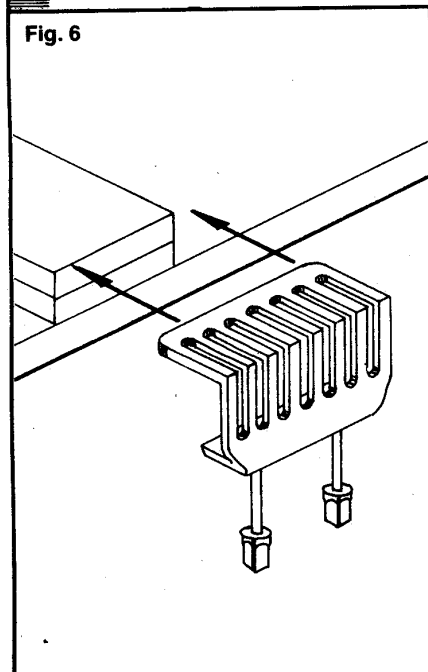

Fig. 6
2. Loosely clamp the first piece to be cut to a piece of scrap wood (same thickness as the work piece) and the work bench using the clamps included on the template (Fig. 6). The inside of the piece to be cut should be facing up.
2. Attacher lâchement la première pièce à être coupée à une retaille de bois (même épaisseur que la pièce à travailler) et la table de travail, utilisant les pattes d'attache incluses sur le gabarit (Fig. 6). L'intérieur de la pièce à couper doit faire face vers le haut.